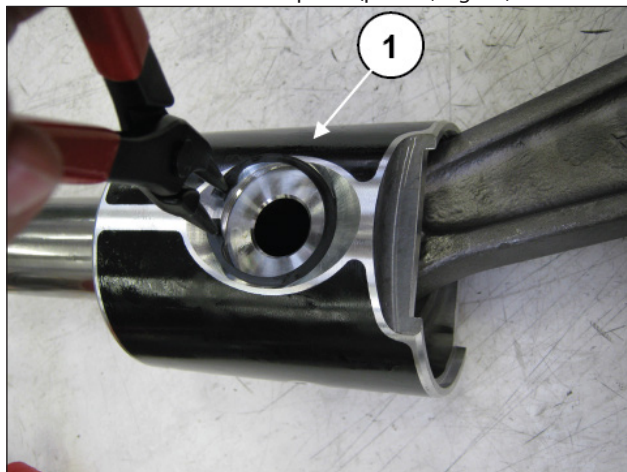

Fig. 43
Remova os dois anéis circulares de bloqueio da cavilha, usando uma ferramenta adequada (pos. ①, Fig. 43).